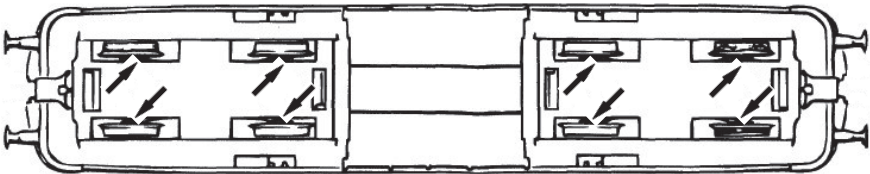
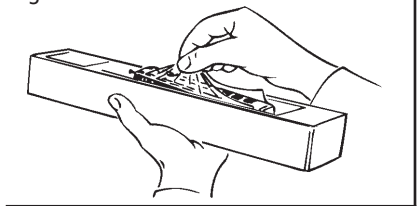

Fig. 7
Fig. 2
2. Schmierung: Versehen Sie die im Schmierplan in Fig. 6 gekennzeichneten Stellen mit nur **kleinen Öltropfen**. Dazu zuerst das Lokgehäuse abnehmen (Fig. 2). Wir empfehlen den **ROCO Öler Art.-Nr. 10906**. Fürs Schmieren der Getriebeteile (Zahnräder, Schnecke) empfehlen wir das **ROCO-Spezialfett Art.-Nr. 10905**. Im Falle der Schmierung diese Teile **nicht ölen**.
4. Motorwechsel: Lokgehäuse abnehmen (Fig. 2). Danach wird der Motor ausgebaut und ausgetauscht (Fig. 7).
2. Lubrication: Apply **tiny oil drops** to spots marked in fig. 6. Prior to lubrication dismantle locomotive (fig. 2). We recommend using item no. **10906, Roco oiler**. For lubrication the gearparts (e.g. cogwheels, worm) we would recommend our Roco **special grease** (item no. **10905**).
4. Motor Changing: First remove loco body (fig. 2), and then the motor (fig. 7).
2. Graissage: N'appliquez **qu'une tout petite goutte** aux endroits indiqués par le plan de graissage (fig. 6) après avoir démonté la caisse de la locomotive (fig. 2). Nous vous recommandons le **graisseur à huile Roco réf. 10906**. Pour graisser les engrenages (roues dentées, vis sans fin) nous vous conseillons la **graisse spéciale Roco réf. 10905** pour engrenages en matières synthétiques. Lorsque vous utilisez cette graisse il faut éviter d'huiler ces composants.
4. Remplacement du moteur: Démontez la caisse (voir fig. 2). Démontez ensuite le moteur (fig. 7).
voir Fig.2